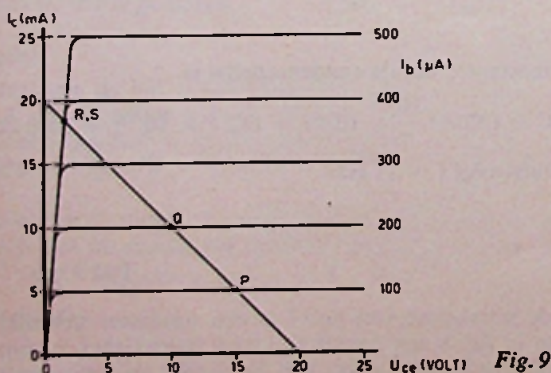

Fig. 9
- De belastingslijn is in fig. 9 getekend. Deze lijn gaat door het punt $U_{CE} = 20 \text{ V}$ en heeft een helling die overeenkomt met de gegeven waarde van R_C , dus 1 mA/V . Omdat de spanning tussen basis en emitter mag worden verwaarloosd, is de basisstroom $I_B = U_1/R$. Voor de gegeven waarden van R is dus I_B respectievelijk $10 \text{ V}/100 \text{ k}\Omega = 100 \mu\text{A}$, $10 \text{ V}/50 \text{ k}\Omega = 200 \mu\text{A}$, $10 \text{ V}/25 \text{ k}\Omega = 400 \mu\text{A}$ en $10 \text{ V}/20 \text{ k}\Omega = 500 \mu\text{A}$. De
werkpunten zijn in fig. 9 met P, Q, R en S aangegeven. Omdat de karakteristieken links van de knik samen vallen, vallen de punten R en S ook samen.